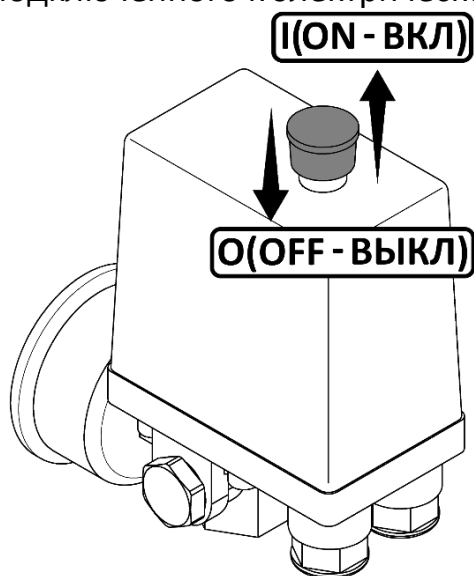

Рисунок 4
- Проверьте, чтобы выключатель на реле давления находился в выключенном положении "О" (рисунок 4).
- Включите компрессор выключателем на реле давления и сразу же выключите. Для этого необходимо переключить выключатель в положение "I" (рисунок 4). Кнопка выключателя имеет фиксированные положения
- 1 Переключите выключатель на прессостате в положение "О" или "OFF", в зависимости от исполнения (см. рисунок 4).